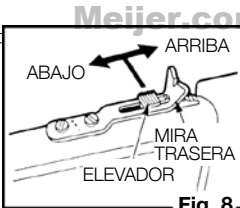

Fig. 8
- Mueva el elevador del alza hacia adelante para que el proyectil o perdigón BB impacte más bajo en el blanco. Al mover el elevador, levante ligeramente el alza con una mano y mueva el elevador con la otra, y ubíquelo en la muesca deseada (fig. 8).